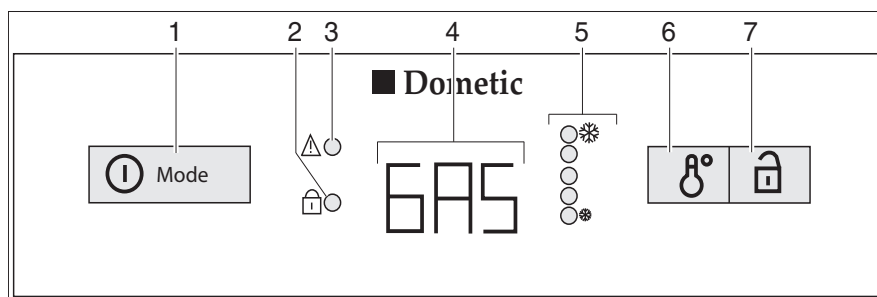

Fig. 202 Elementos de mando para el frigorífico (Dometic de la serie 8 con AES)
Con averías, parpadeará el visualizador LED avería "⚠" (Fig. 202,3).
Si **no** está conectada la alimentación de 230 V y el motor del vehículo está **desconectado**, el AES selecciona el suministro de gas. Al seleccionar el suministro de gas se abre automáticamente el seguro de encendido, de forma que puede fluir gas hacia el quemador. Simultáneamente se conecta el encendedor electrónico. Si se apaga la llama de gas, p. ej. debido a un golpe de viento, el encendedor se activa inmediatamente y enciende de nuevo el gas. Con una avería en el funcionamiento a gas, en el piloto (Fig. 202,4) parpadeará el texto "GAS".
Una vez conectado, el frigorífico selecciona automáticamente el ajuste medio del termostato. Este ajuste puede regularse posteriormente a mano con el conmutador para el ajuste de temperatura (Fig. 202,6). Los visualizadores LED (Fig. 202,5) indican el ajuste seleccionado del termostato. Con el interruptor se ajusta la temperatura de refrigeración para los tres tipos de energía. Pasan algunas horas hasta que el frigorífico alcanza la temperatura de servicio normal. Al conmutar el modo de funcionamiento se mantiene el ajuste del termostato. La temperatura de refrigeración se mantiene independientemente del tipo de energía.
- Pulsar el conector/selector de energía (Fig. 202,1) 2 segundos para conectar el aparato. Se visualiza el último modo de funcionamiento seleccionado en el piloto (Fig. 202,4).
- Seleccionar el tipo de energía con el conector/selector de energía (Fig. 202,1).
- La temperatura de refrigeración puede ser ajustada en el conmutador para el ajuste de temperatura (Fig. 202,6). Los visualizadores LED (Fig. 202,5) indican el ajuste seleccionado del termostato.
- Pulsar el conector/selector de energía (Fig. 202,1) 2 segundos. Todos los visualizadores se apagan.